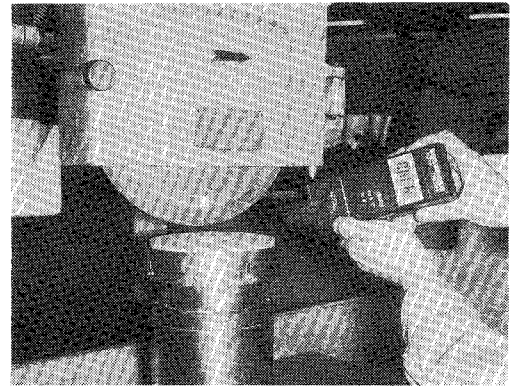

図2-12
(4) ツルージングを行う。
- ① 非接触回転計を使ってダイヤモンド砥石の回転数(ND)と、ロータリドレッサの回転数(NR)を側定し、調整する(図2-12)。ここではND=1500rpm, NR=3000rpmとする。